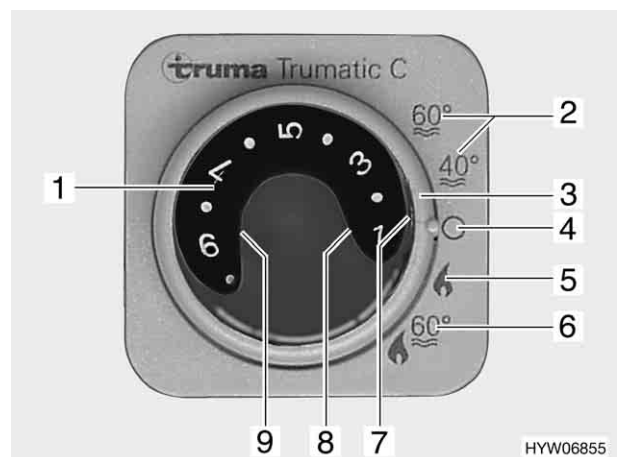

Fig. 113 Unité de commande pour chauffage/chauffe-eau
■ Régler le mode de régime à l'aide de l'interrupteur tournant (Fig. 113,3) :
- Régime été "40 °C" ou "60 °C" (Fig. 113,2)
- Régime hiver "Chauffage sans chauffe-eau" (Fig. 113,5)
- Régime hiver "Chauffage et chauffe-eau" (Fig. 113,6)
- Arrêt (Fig. 113,4)
Le chauffage règle le degré d'allumage automatiquement en fonction de la température ambiante requise. Une fois que la température ambiante désirée est atteinte, le brûleur s'éteint. En mode "Chauffage et chauffe-eau" (Fig. 113,6) l'eau est également chauffée dans le chauffe-eau. Il est possible de faire fonctionner le chauffage en mode "Chauffage sans chauffe-eau" (Fig. 113,5) et le chauffe-eau vide.
- Régler le bouton tournant de température (Fig. 113,1) de l'unité de commande sur la température de chauffage désirée.
- Régler l'interrupteur tournant (Fig. 113,3) en régime hiver "Chauffage sans chauffe-eau" ou en régime hiver "Chauffage et chauffe-eau".
Le voyant de contrôle vert (Fig. 113,7) s'allume.
- Régler l'interrupteur tournant (Fig. 113,3) sur "O" (Fig. 113,4).
- ▷ Si le chauffage à air chaud sur l'unité de commande (Fig. 113) est réglé sur régime été (Fig. 113,2) et que le sélecteur de source d'énergie est réglé sur régime mixte (Fig. 114,4 ou 5), le chauffage à air chaud ne fonctionne, cependant, qu'en régime 230 V. Le brûleur à gaz ne s'enclenche pas.
La combinaison régime au gaz et régime électrique 230 V permet de raccourcir la période de chauffage (uniquement possible lorsque le chauffage sur l'unité de commande (Fig. 113) est réglé sur régime hiver).